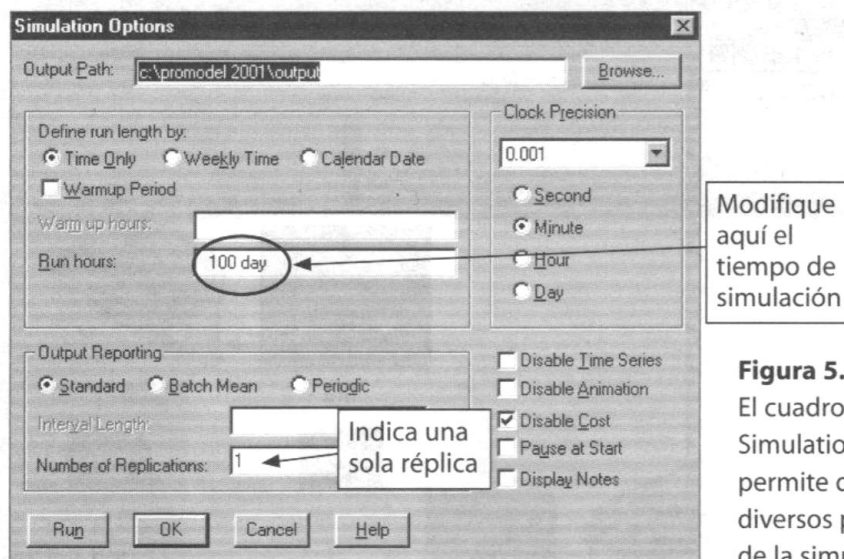

Figura 5.21
- A continuación se abrirá el cuadro de diálogo **Simulation Options** (vea la figura 5.21), en donde es posible modificar varias opciones de la simulación. Por lo pronto, cambie el valor del cuadro de texto **Run hours** a **30 days** y haga clic en **OK**.